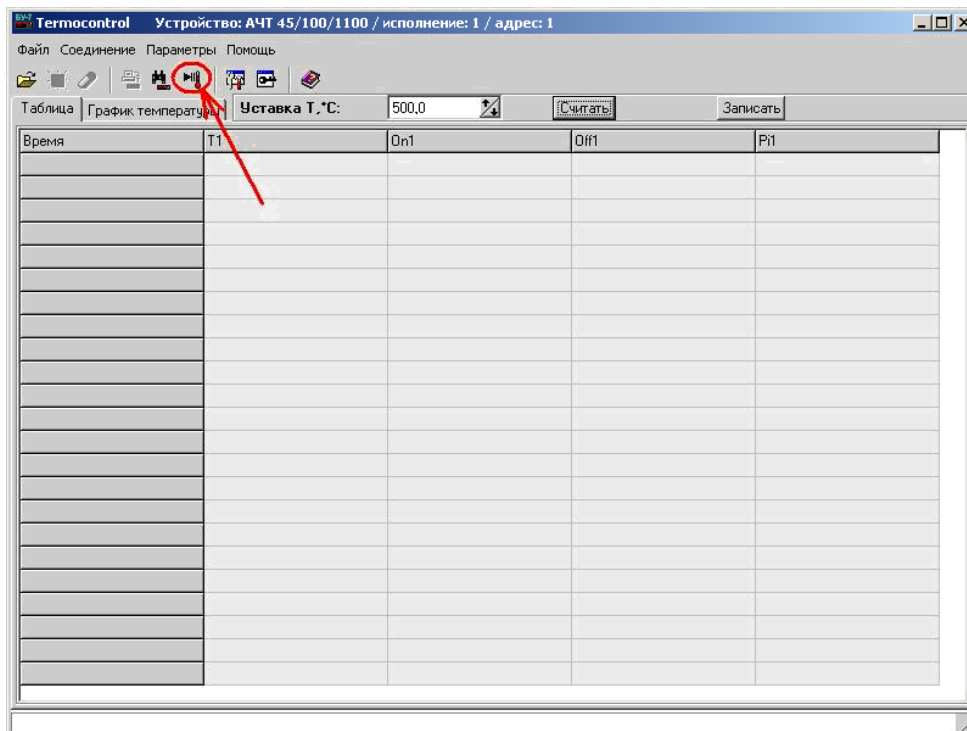

Рисунок 5 – Активация процесса нагрева для выхода на заданную температуру
7.7.2.4 Для включения нагрева печи необходимо нажать кнопку "Запустить/остановить нагрев" (см. рисунок 5).